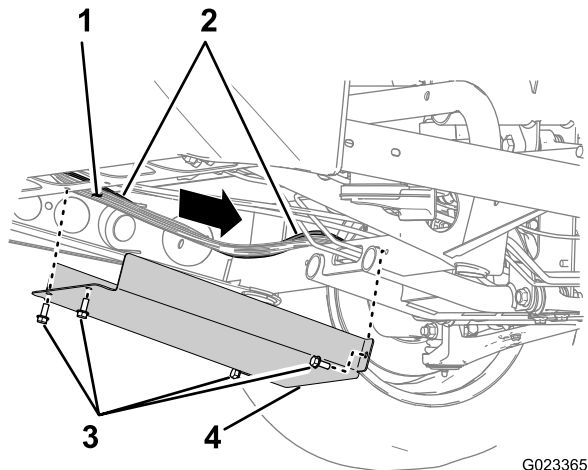

Figura 25
2. Rimuovete i 4 bulloni che fissano la copertura inferiore alla macchina (Figura 25).
3. Disponete il cablaggio preassemblato del kit lungo il cablaggio principale posteriore della macchina e all'indietro sul canale trasversale del telaio come mostrato nella Figura 25.
4. Montate il coperchio inferiore con i 4 bulloni rimossi al passaggio 2 (Figura 25).